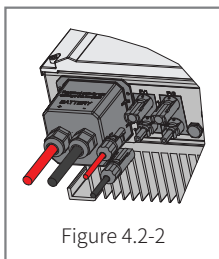

Figure 4.2-2
- **Connexion d'entrée PV** : confirmez la connexion entre l'ES et les panneaux PV : polarités (±) non inversées, référez-vous à la Fig. 4.2-2.